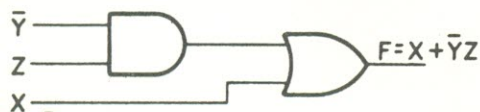

FIGURA 14-5
2. O circuito equivalente, com as portas E e OU está na figura 14-5;